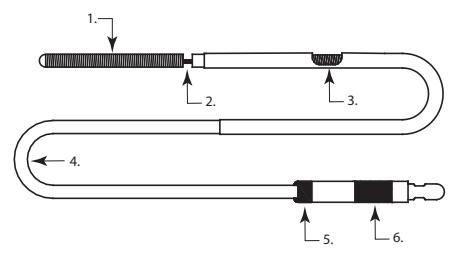

Abbildung 1
- Schieben Sie den ablösbarer Axium™ Prime Coil langsam aus der Einführschleuse in die Handfläche Ihrer behandschuhten Hand vor und kontrollieren Sie ihn auf mögliche Auffälligkeiten im Bereich des Coils oder der Ablöszone. Aufgrund der potenziellen Risiken von Auffälligkeiten sollte eine optische Kontrolle erfolgen. Sollten Auffälligkeiten vorliegen, muss der Coil durch einen neuen ablösbarer Axium™ Prime Coil ersetzt werden (siehe Abbildung 1).